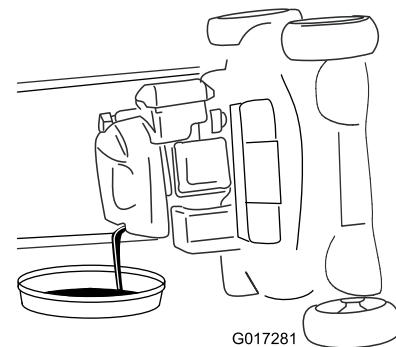

Bild 34
4. Kippen Sie die Maschine seitlich (Luftfilter nach oben), um das Altöl aus dem Öleinfüllstutzen abzulassen (Bild 34).